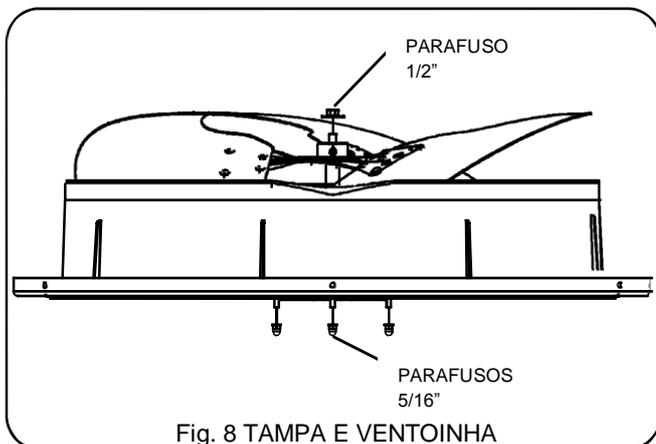

Fig. 8 TAMPA E VENTONHA
- 3º Passo: Certifique-se de posicionar a unidade da cobertura do ventilador no chão, como indicado na Fig.8.